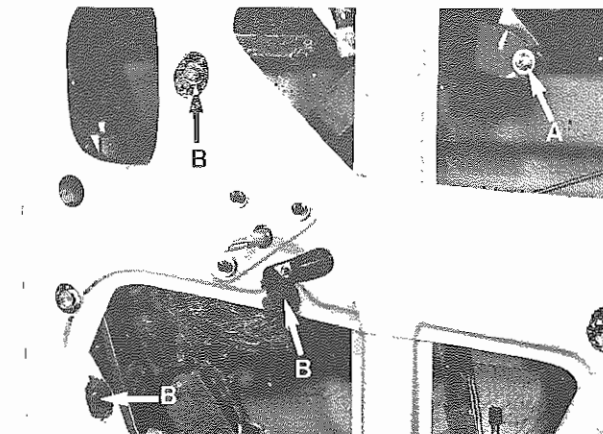
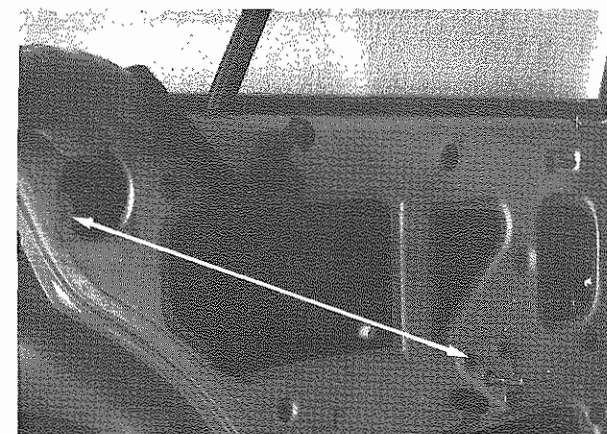

Fig. 13 - A - Vite fissaggio slitta al meccanismo alzacrystalli
Fig. 14 - Tirante apertura portiera
- Sollevare il cristallo e smontare la slitta dalla leva di azionamento (**Fig. 13**).
- Smontare il meccanismo (**Fig. 13**); staccare i cavi elettrici ed estrarlo come mostrato in **Fig. 14**. Per facilitare l'operazione staccare temporaneamente il tirante comando apertura portiere.
- Lift the glass and disassemble slide from control lever (**Fig. 13**).
- Disassemble the control device (**Fig. 13**); detach electric cables and remove it as shown in **Fig. 14**. To facilitate this operation temporary detach door control rod.
- Sollevare il cristallo e smontare la leva di azionamento dalla slitta (**Fig. 13**).
- Estrarre la slitta come il meccanismo alzacristalli (**Fig. 14**). Per facilitare l'operazione staccare temporaneamente il tirante comando apertura portiere.
- Lift the glass and disassemble control lever from the slide (**Fig. 13**).
- Take out slide as done for the window control device (**Fig. 14**). To facilitate this operation temporary detach door control rod.